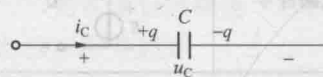

图 1-3 电容元件
(1) 特征方程。当电压、电流取关联正向时，如图 1-3 所示，电容元件的特征方程（即伏安关系式）为